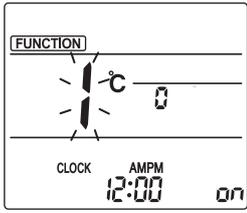

Fig. 3-1
- Vaya al modo de ajuste manual del deflector. Pulse el botón [MENU]. (Inicie esta operación con la pantalla de estado del mando a distancia apagada). "FUNCTION" (FUNCIÓN) se ilumina y "1" parpadea. (Fig. 3-1) Pulse el botón [2] para seleccionar "2" y, a continuación, pulse el botón [SET].